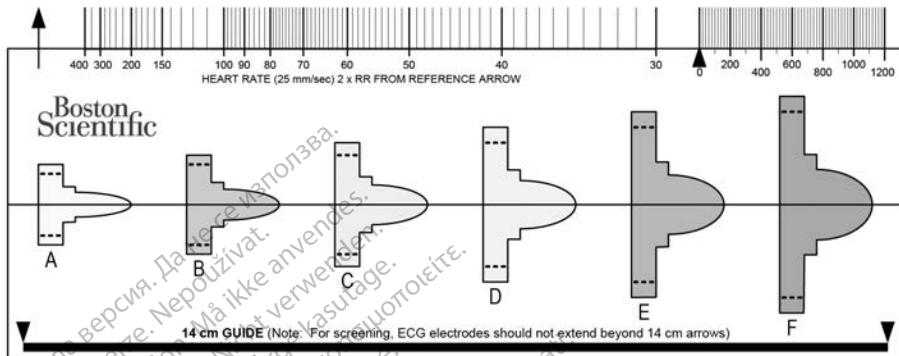

Figure 1. Outil de screening patient
L'outil de screening patient, modèle 4744 (Figure 1 Outil de screening patient en page 17), est un outil de mesure personnalisé constitué d'un plastique transparent sur lequel sont imprimés des profils colorés. Pour plus de facilité, chaque profil coloré est associé à une lettre (A, B, C, D, E ou F). Les profils sont conçus pour assurer le bon fonctionnement du dispositif en identifiant les caractéristiques du signal qui pourraient entraîner des résultats insatisfaisants en termes de détection pour un patient avant l'implantation. Le processus de screening patient suit trois étapes : (1) recueil des données de l'ECG de surface, (2) évaluation de l'ECG de surface et (3) détermination d'un vecteur de détection acceptable.